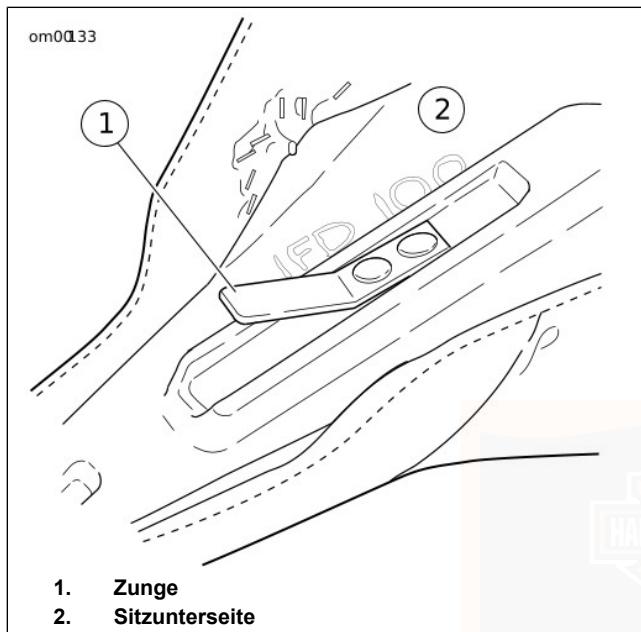

Abbildung 79. Sitzzunge
4. Siehe Abbildung 79. Den Sitz nach hinten drücken, um die Zunge (1) an der Vorderseite des Sitzes aus dem Schlitz im Rahmenrücken zu lockern.
2. Siehe Abbildung 79. Den Sitz an der Vorderseite kräftig nach unten und hinten drücken, bis die Zunge in den Schlitz im Rahmenrücken eingreift.
7. Siehe Abbildung 79. Den Sitz nach vorne drücken und die Hinterkante des Sitzes anheben, bis die Halterung über dem Tour-Pak vorbeipasst. Den Sitz etwas nach hinten schieben, um die Zunge vorne am Sitz vom Schlitz im Rahmenrücken freizusetzen.
5. Siehe Abbildung 79. Den Sitz an der Vorderseite kräftig nach unten und hinten drücken, bis sich die Zunge aus dem Schlitz im Rahmenrücken löst.
2. Siehe Abbildung 79. Den Sitz an der Vorderseite kräftig nach unten und vorne drücken, bis die Zunge in den Schlitz im Rahmenrücken eingreift.